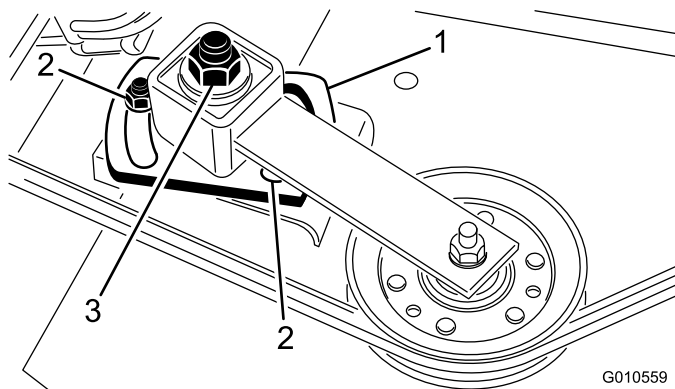

図 4
2. アイドラプレートに固定しているナット 2 個を外してアイドラプーリがベルトを押す力を解除する 図 4。
3. 右スピンドルプーリからベルトを取り外す 図 4。